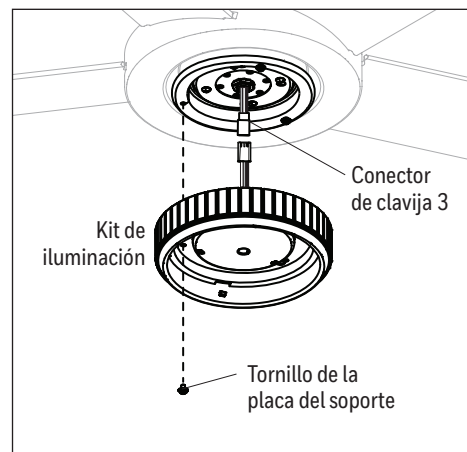

Figura 5.5
5. Vuelva a colocar dos de los tres tornillos de la bandeja de luz retirados previamente en la bandeja de la luz. **Nota:** Solo apriete los tornillos hasta la mitad. Luego, enchufe los conectores de clavija 3 de la placa del soporte a los conectores de clavija 3 del kit de iluminación. Alinee los orificios ranurados del kit de iluminación con los tornillos sueltos de la placa de soporte. Gire el kit de iluminación en dirección de las manecillas del reloj y vuelva a colocar el tornillo de la placa de soporte que se retiró anteriormente. Apriete todos los tornillos (Figura 5.5).